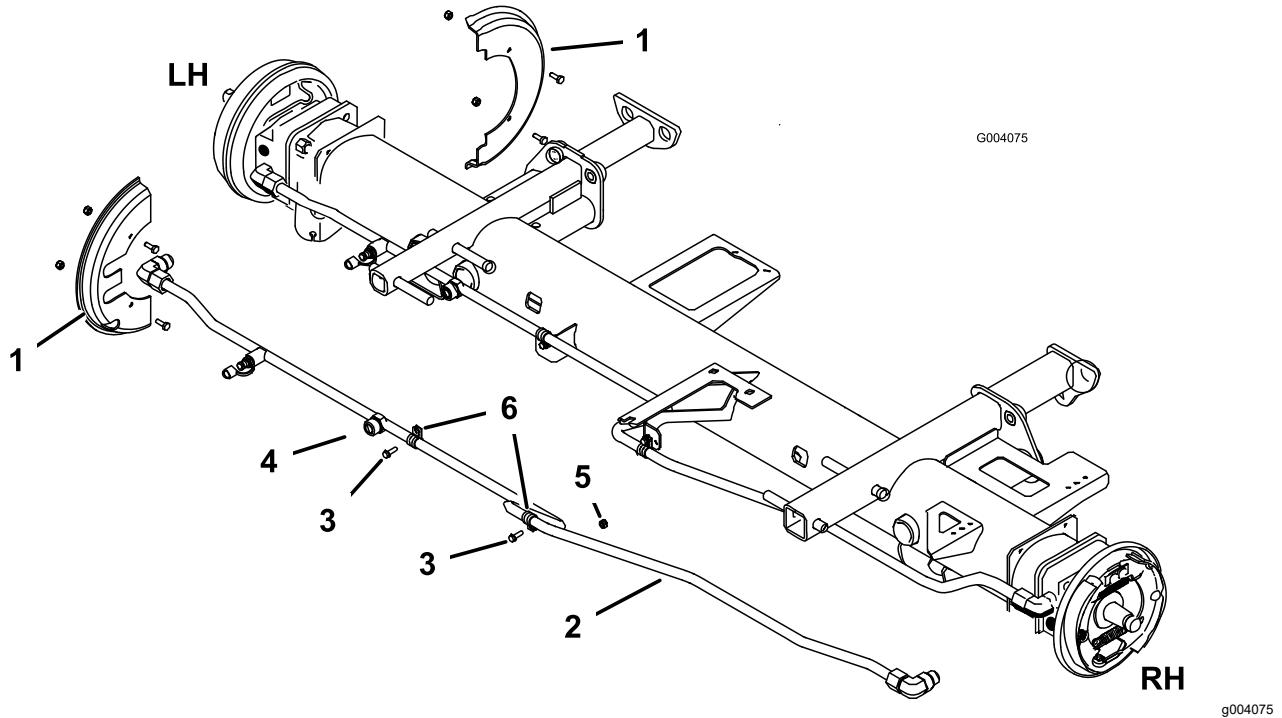

図 10
- 可変ポンプと油圧チューブから、左側ホースを取り外す 図 10。可変ポンプの底部についている45° フィッティングも外す 図 10。
6. 前アクスルフランジにホイールシールドを取り付ける先ほど外したキャップスクリュとナットを使用する図10。